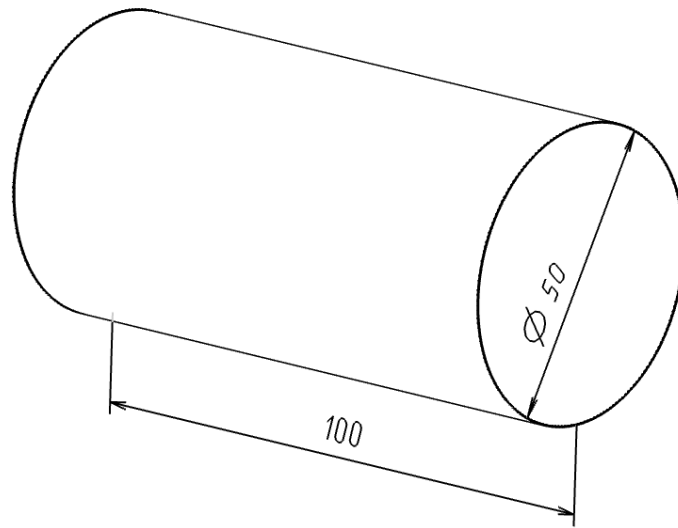

Рисунок 1 – Твердотельная модель цилиндра
**Задача 30.** Смоделировать передачу теплоты в цилиндре (рисунок 1).